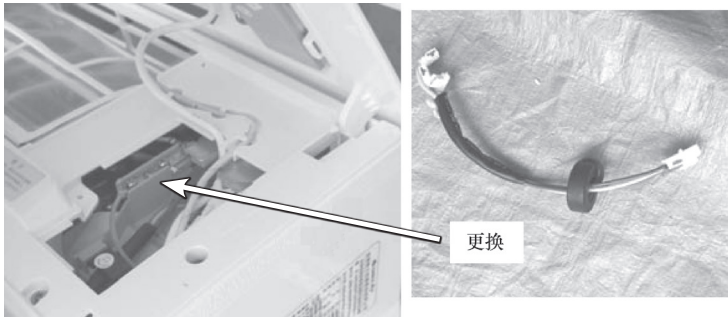

图 5-56 再次检测运行电流
6) 室外机主板已向室内机主板传送通信信号,室内机主板 CPU 判断接收不到室外机传送的通信信号,室内机主板已经更换,与通信电路有关的还有连机线,试更换连机线,如图5-56所示。